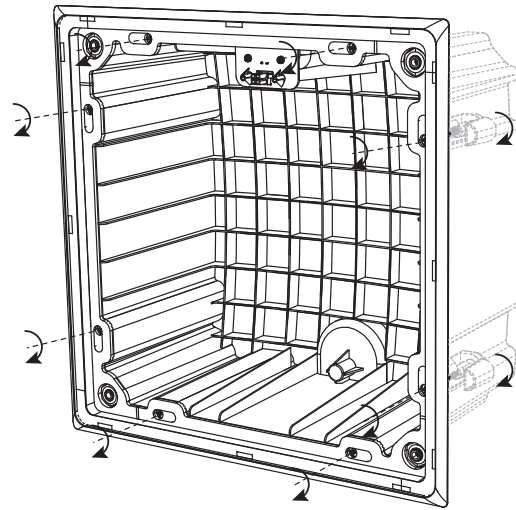

Fig. 18. Tighten the mounting clamp screws (X8)
3. Houd de achterste bus op zijn plaats in het plafond, terwijl u de bevestigingsklem Schroeven rechtsom vastdraait (Fig. 18). Doe dit systematisch totdat alle acht klemmen op hun plaats zitten en de achterkant stevig vasthoudt aan de gipsplaat aan het plafond.